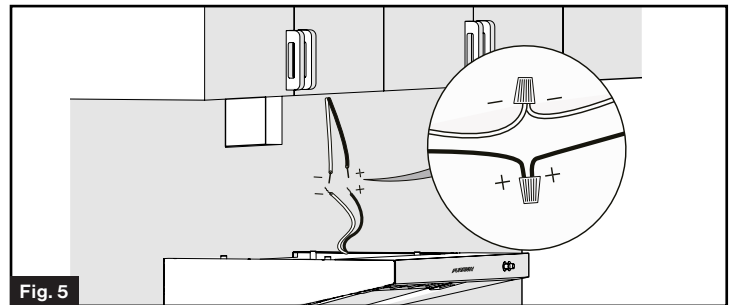

Fig. 5
4. Conecte los cables de la campana a una fuente de alimentación de 12 V en la parte inferior del gabinete. Conecte blanco (-) a blanco (-) y negro (+) a negro (+). (Fig. 5)